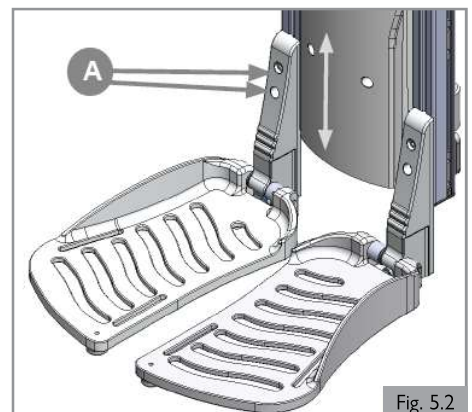

Fig. 5.2
1. Afloje los 2 tornillos (A) con una llave Allen de 5,0 mm. (Fig. 5.2).